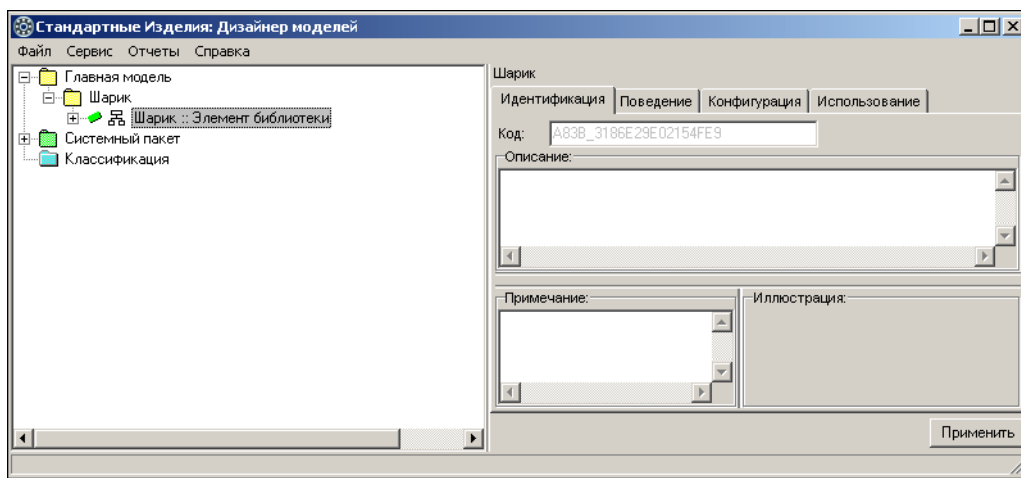

Рис. 3.6.
2. Введите название класса – *Шарик*, после чего нажмите клавишу *<Enter>*. Класс *Шарик :: Элемент библиотеки* будет добавлен в список классов пакета *Шарик*, станет доступна кнопка **Применить** (рис. 3.6).